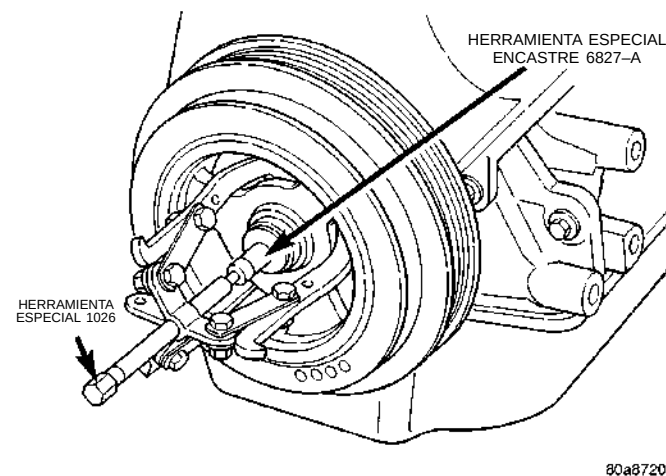

Fig. 56 Amortiguador del cigüeñal—Desmontaje
- (1) Con la Herramienta especial 1026 y el encastre 6827-A, retire el amortiguador del cigüeñal (Fig. 56).